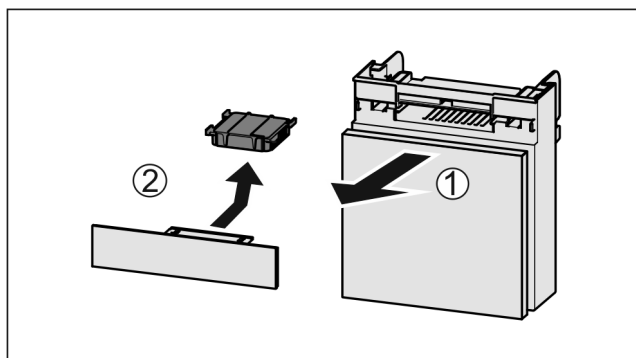

Fig. 122
- ▶ Wyciągnąć Fig. 122 (1) komorę do przodu.
- ▶ Wyjąć Fig. 122 (2) filtr z węglem aktywowanym.